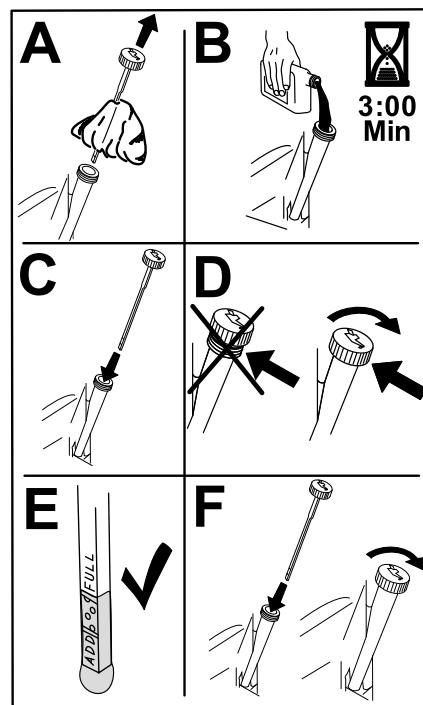

Figure 41
6. Versez lentement environ 80 % de l'huile spécifiée dans le tube de remplissage, puis faites l'appoint lentement jusqu'à ce que le niveau atteigne le repère maximum (Full) (Figure 41).